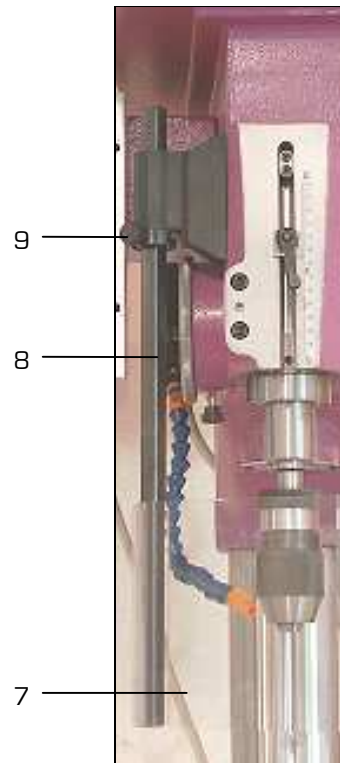

Figure 3
- Ajuster l'écran de protection de mandrin (7 fig.3) en positionnant l'axe (8 fig.3) et serrer la vis (9 fig.3).
- Ouvrir l'écran de protection de mandrin (7 fig.3).